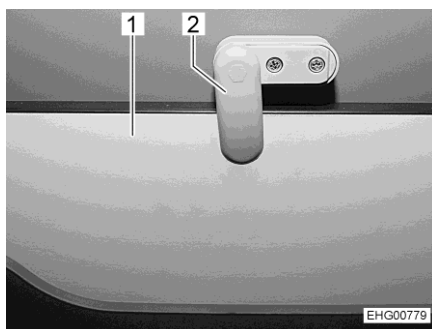

Fig. 66 Dispositif de blocage
- Débloquer l'arrêt (Fig. 66,2).
- Ouvrir la marche (Fig. 66,1).